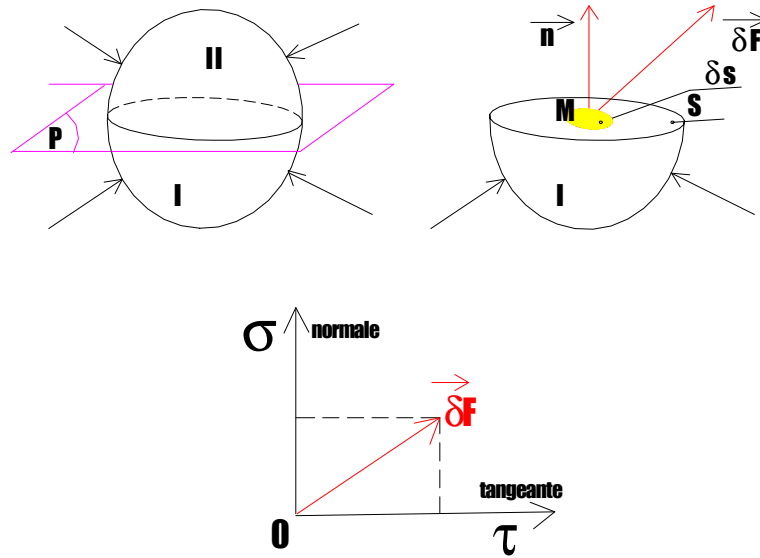

fig 3.1
En coupant ce solide par un plan fictif (P), l'élément de surface «  $\delta s$  », autour du point « M » sur la surface « S », est soumis à une force  $\vec{\delta F}$  (fig 3.1).